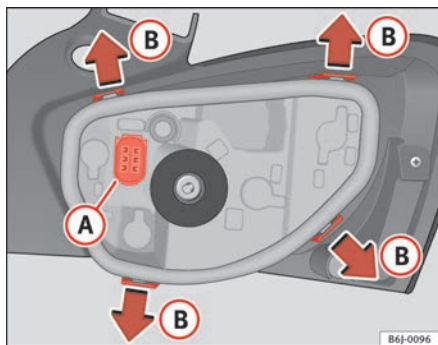

Abb. 156 Glühlampenersatz Rückleuchten
- Nehmen Sie die Lampenfassung aus dem Gehäuse heraus. Drücken Sie dazu die Laschen **B** in Richtung der Pfeile ⇒ Abb. 156.